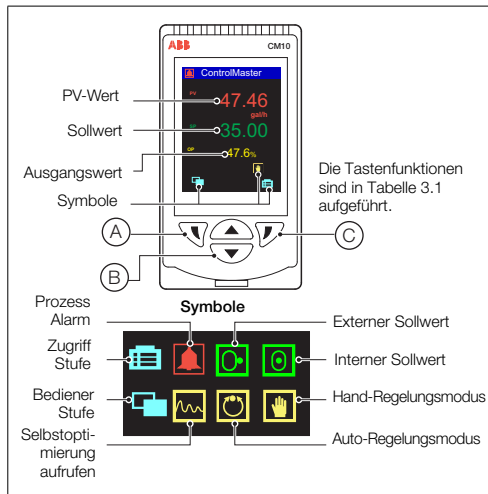

Abb. 3.1 ControlMaster CM10 – Anzeige und Symbole
*Wenn Sie sich auf der Erweiterten Ebene (Konfigurationsmodus) befinden, drücken Sie die Taste , und halten Sie sie gedrückt, um zur Standardseite Bediener zurückzukehren – siehe Abb. 3.1 auf Seite 6